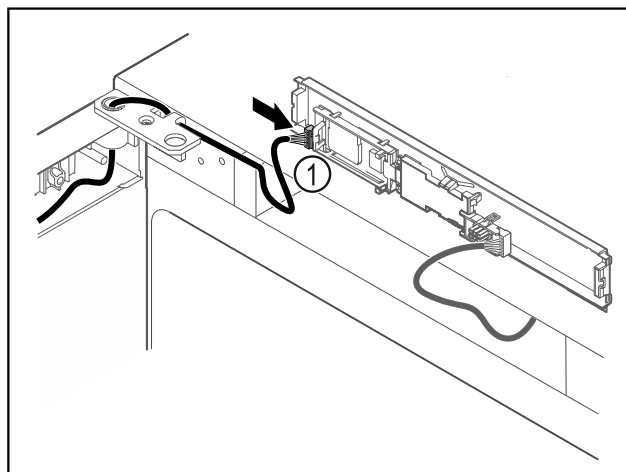

Fig. 60
- ▶ Sæt stikket Fig. 60 (1) i på printkortet.